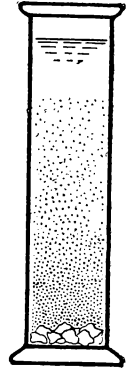

Рис. 115. Диффузия твёрдого вещества в воде.
1. Растворение. Мы знаем, что молекулы веществ находятся в *непрерывном движении*. Этим объясняется явление *диффузии*, т. е. распространение одних веществ в других. Если в цилиндр с водой бросить кристаллы какого-нибудь растворимого вещества, то оно постепенно *диффундирует* в воде (рис. 115), пока не получится однородный раствор. Это легко наблюдать на медном купоросе, за диффузией которого можно следить благодаря его синему цвету. Диффузия в жидкостях идёт гораздо медленнее, чем в газах, и длится десятки дней, но в конце концов получается совершенно *однородный раствор*.